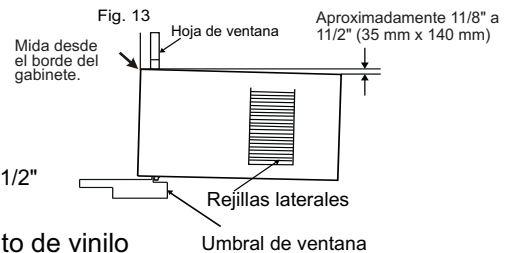

Fig. 13
3. Revise que el gabinete del acondicionador de aire esté inclinado hacia atrás 1 1/8" (3,5 cm) a 1 1/2" (14 cm), inclinado unos 3° a 4° hacia abajo y afuera). Después de la instalación correcta, si la condensación no drena por el orificio de drenaje de derrame en el uso normal, corrija la inclinación. (Consulte la Fig. 13).